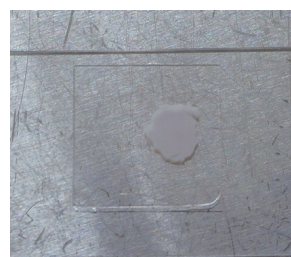

図4.コラーゲン膜にカバーガラスをかけた様子
- (5) 免疫染色等の処理をせずにそのまま細胞を観察する場合、コラーゲン膜をスライドガラスに載せて必要に応じてPBSまたは封入剤等を添加し、カバーガラスで覆ってから観察する（図4）。^{注3}